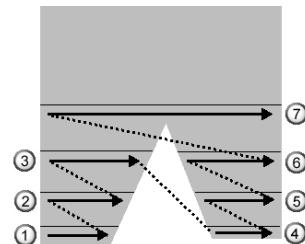

图 2-41 单向组
**【单向组】:** 单方向按最短路径连接刀路, 同样会有较多提刀, 如图 2-41 所示。用于刀具路径被分割成若干组或区域的情况。